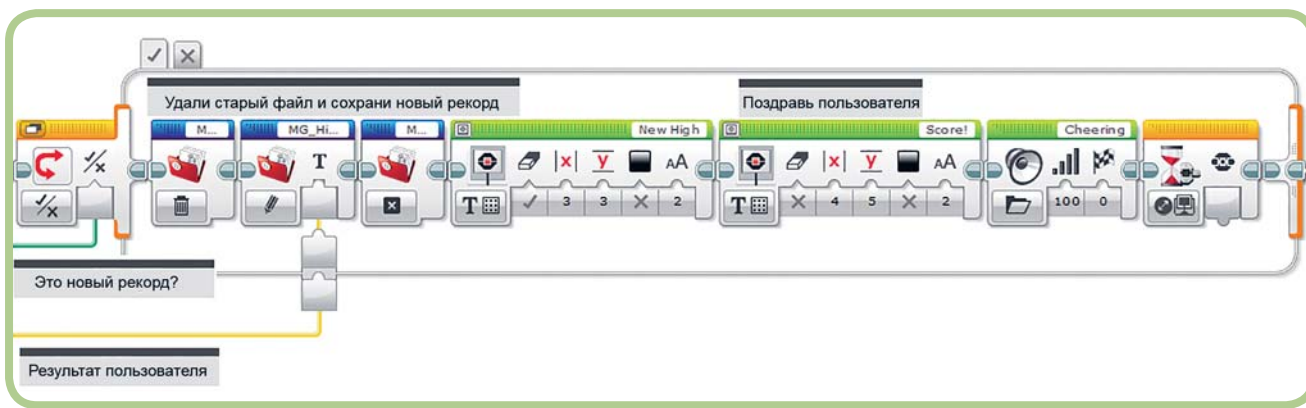

Рис. 16.8. Сохранение нового рекорда в случае «Истина» блока **Перекключатель**
Если это так, следующая часть программы, показанная на рис. 16.8, сохраняет новый рекорд и поздравляет пользователя.
6. Если логическое значение из блока **Сравнение** (Compare) истинно, в блоке **Перекключатель** (Switch) выполняются блоки, показанные на рис. 16.8, для обновления лучшего результата.